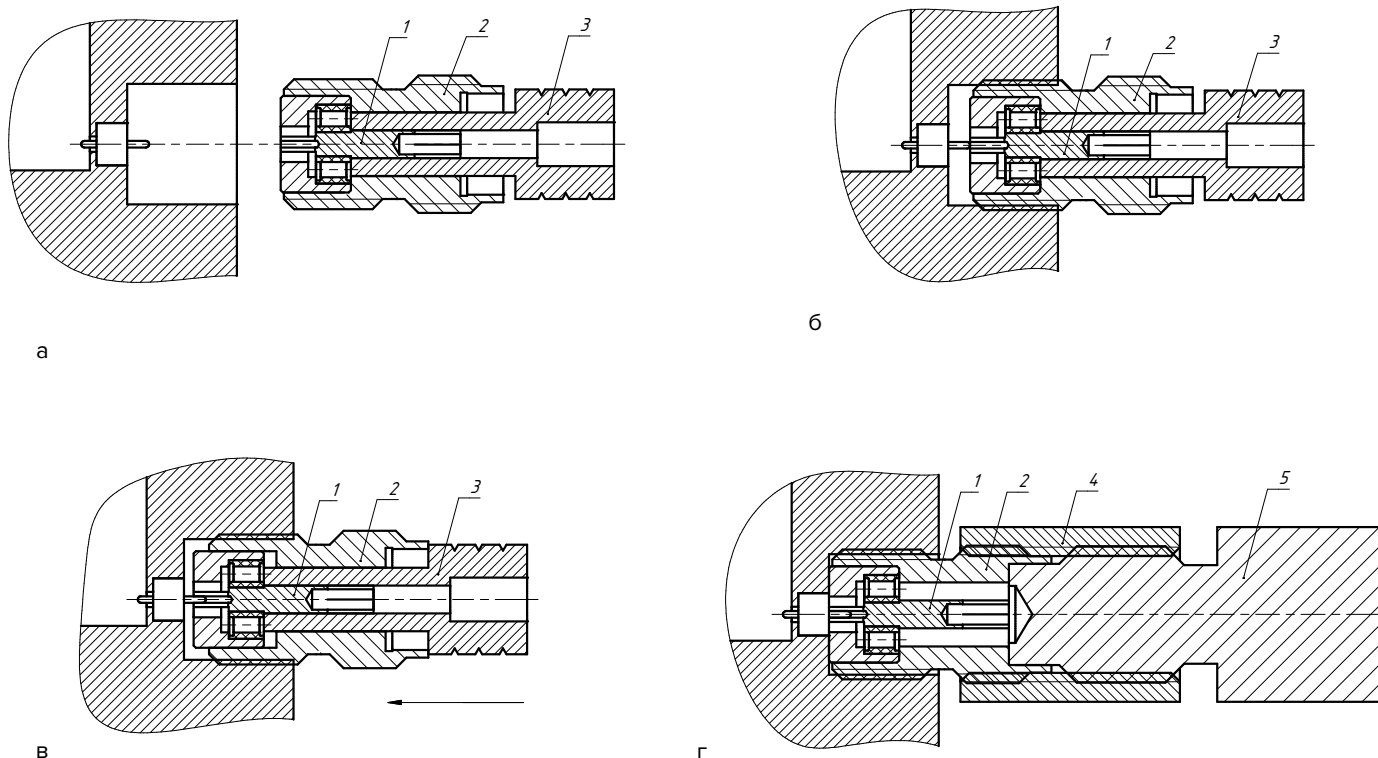

Рис. 12. Общий принцип монтажа блочных резьбовых соединителей типа розетка.
- Вкрутите корпус перехода 2 в корпус СВЧ модуля (примерно на 4 витка) до упора центрального проводника 1 в штырь гермоввода (рисунок 12б);
- Нажмите на центрирующую втулку 3 до упора в корпус перехода 2 (рисунок 12в) и докрутите вручную корпус перехода 2 в корпус СВЧ модуля до упора;